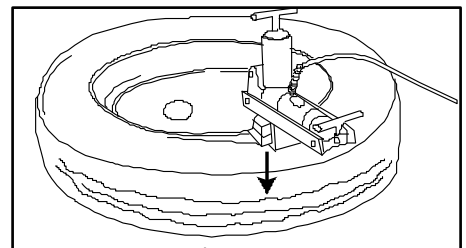

Figure 7
5. Continuer à appliquer la pression hydraulique jusqu'à ce que le vérin hydraulique s'étende d'environ 13 à 19 mm [1/2 à 3/4 in.] hors de l'outil. (Voir fig. 7.)